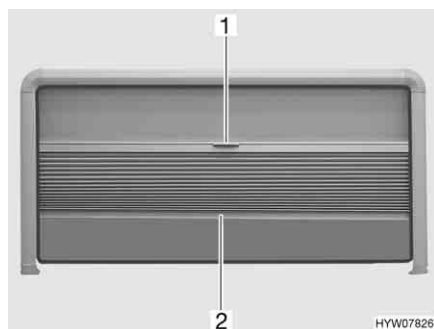

Fig. 65 Finestra apribile
- Chiusura:* ■ Afferrare la tendina oscurante pieghevole al centro dell'asta di chiusura (Fig. 65,2) e tirare delicatamente verso il basso.
- Apertura:* ■ Tenere la parte centrale dell'asta di chiusura (Fig. 65,2) della tendina oscurante pieghevole e spingere quest'ultima verso l'alto con cautela.
- Chiusura:* ■ Tirare la zanzariera a rullo verso il basso utilizzando la maniglia (Fig. 65,1).
- Apertura:* ■ Spingere la zanzariera a rullo completamente verso l'alto utilizzando la maniglia (Fig. 65,1).